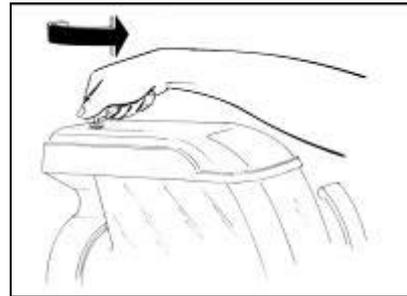
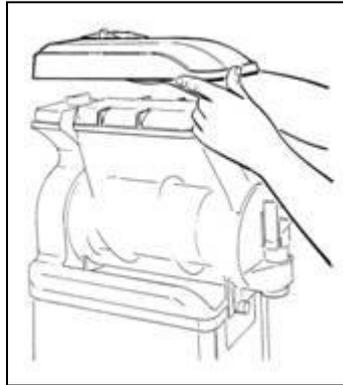

Fig. 1
Fig. 2
Installer l'appareil sur une surface horizontale et solide de manière à ce que la carrosserie de l'appareil soit bien ventilée (au moins 20 cm d'espace libre, fig.1), installer l'appareil dans un environnement sec et éviter de l'installer près
- **A**près avoir retiré la fermeture de la clé spéciale (fig.1), retirer d'abord le couvercle de sécurité, puis le sous-couvercle comme indiqué sur la figure 2.